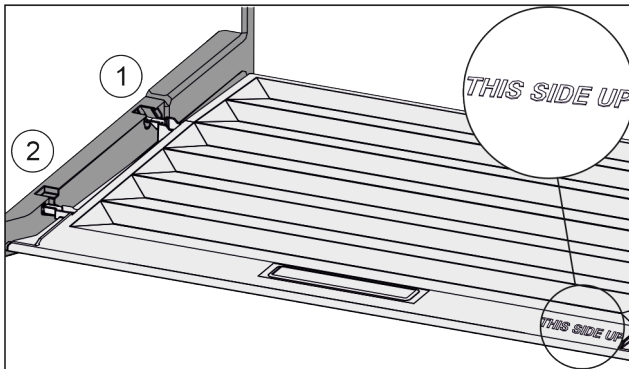

Fig. 119
- ▶ 从后部固定支架 Fig. 119 (1)开口导入桥形接片并卡入固定支架 Fig. 119 (2)的前端。